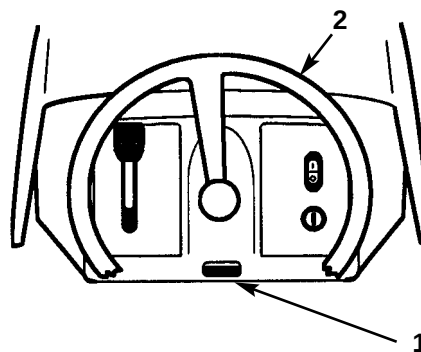

Fig. 4
1. Tryk ratindstillingsknappen ind (fig. 4).